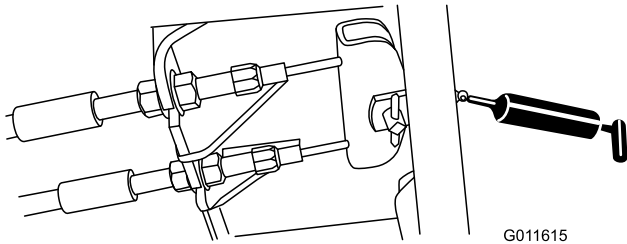

Figure 59
- Pédale de frein (1) (Figure 59)